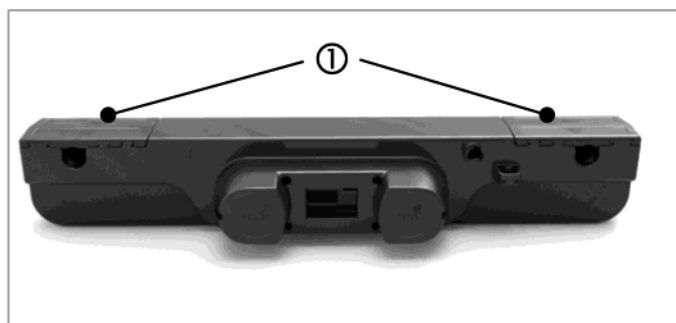

Abb. 7: Seitenschieber
Zur werkzeuglosen Montage können die beiden Seitenschieber ① vom Gehäuse getrennt werden (Abb.7).